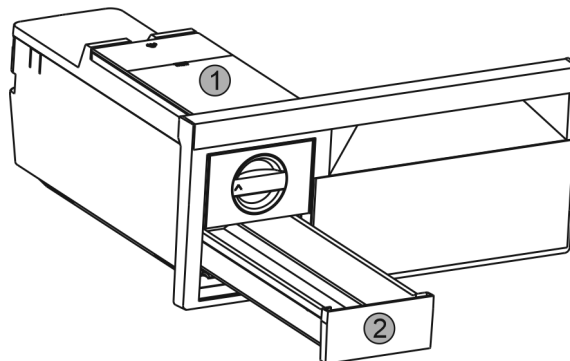

Fig. 38
- ▶ Scoateți rezervorul de apă Fig. 38 (1) și sertarul de cuburi de gheață Fig. 38 (2).